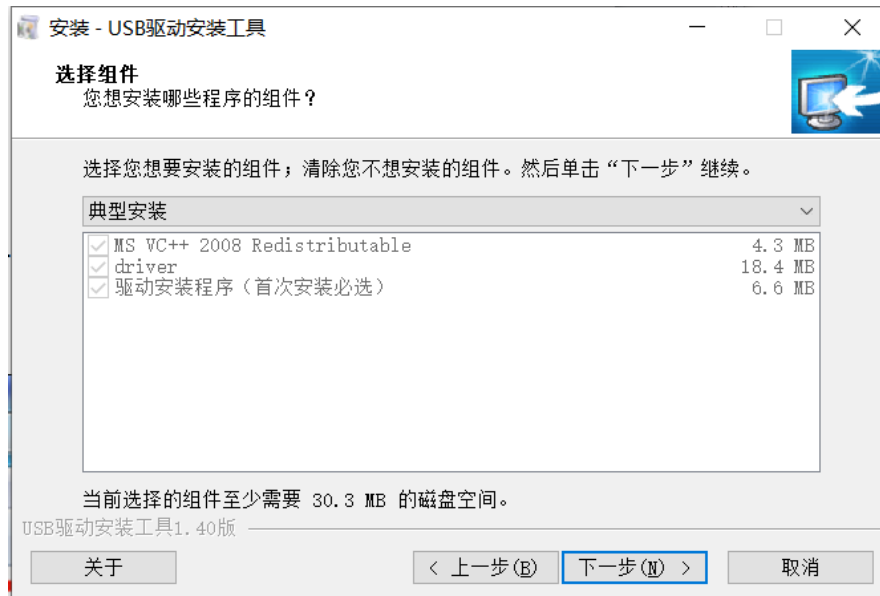
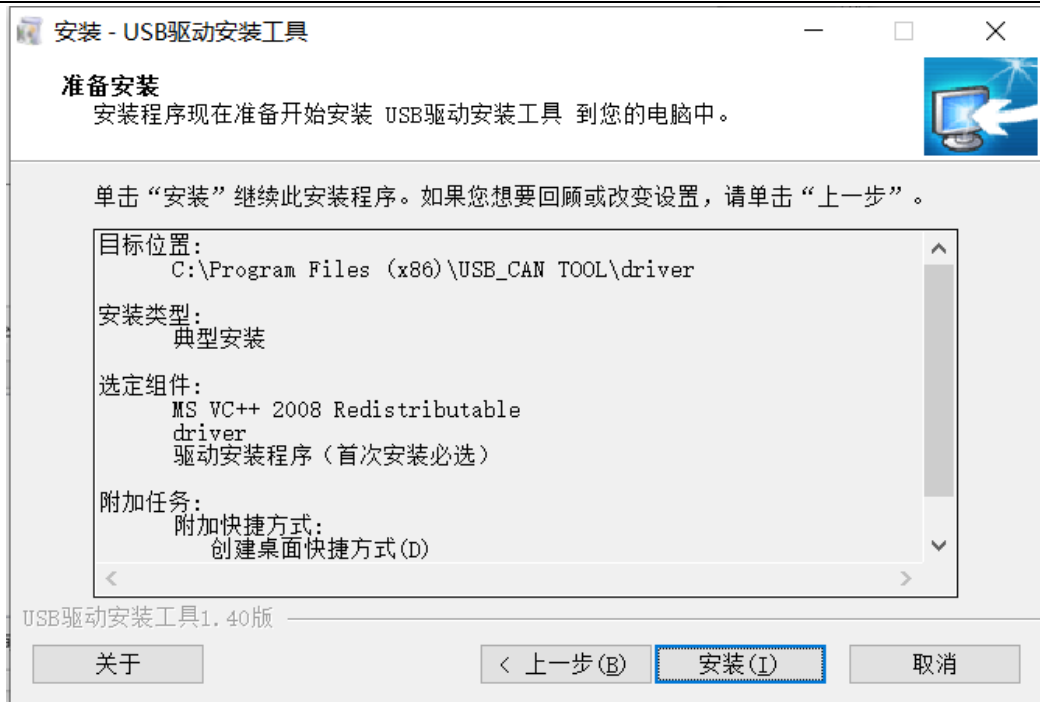

图 3.1 USB_CAN 驱动文件
图 3.2 USB_CAN 驱动文件安装界面
- 1) 打开 USB_CAN 驱动文件，点击【安装】，如图 3.1 和图 3.2 所示。